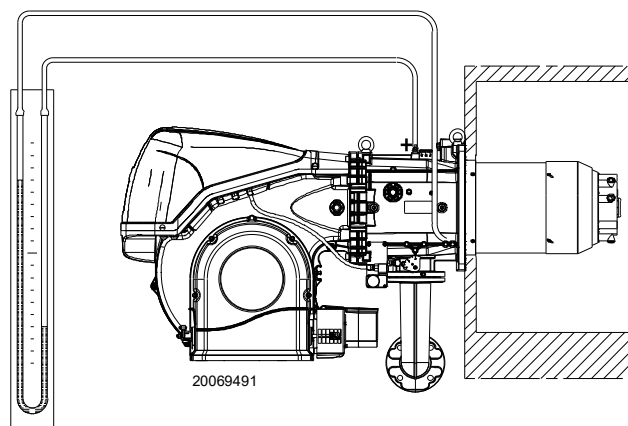

Fig. 25
- Montați un manometru de tip U sau diferențial (Fig. 25), cu priza (+) pe manșonul de presiune a gazului și (-) în camera de ardere. Acesta este utilizat pentru a obține puterea MAX aproximativă a arzătorului prin intermediul .